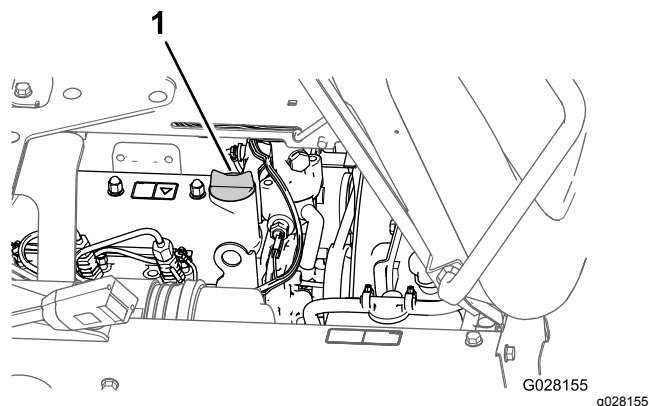

Figura 72
5. Rimuovete il tappo di riempimento dell'olio dal collo del bocchettone del coperchio della valvola del motore e lentamente versate circa l'80% della quantità d'olio specificata nel collo del bocchettone (Figura 72).
8. Montate il tappo di riempimento dell'olio sul collo del bocchettone (Figura 72).